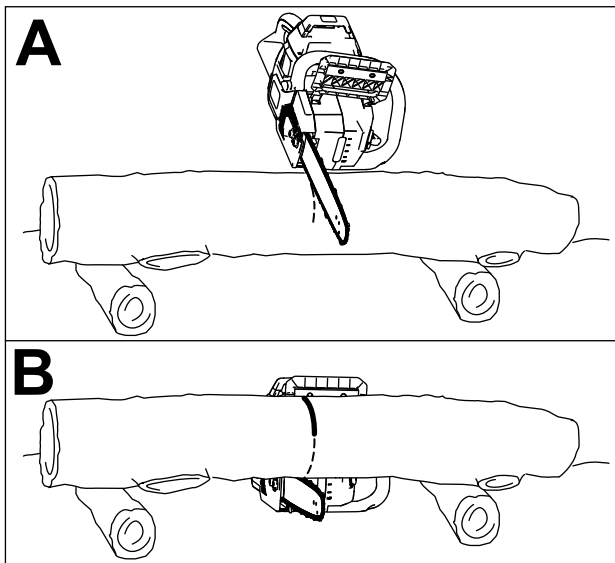

Figure 21
- Commencez par le dessus et sciez à peu près le tiers du diamètre de la bille (A de Figure 21).
- Pratiquez une seconde coupe par le dessous pour rejoindre la première (B de Figure 21). Cela évite à la lame de rester coincée dans la bille.